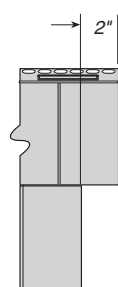

figura 3
1) Remueva 51 mm. (2 pulg.) del lado derecho de la primera puesta de panel, dejando un borde a 90° a la derecha, como se muestra en la Figura 3.